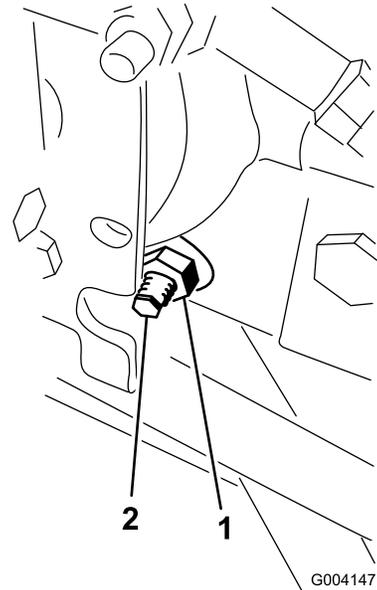

图64
3. 在静液压泵的右侧，松开牵引调节凸轮（图64）上的锁紧螺母。